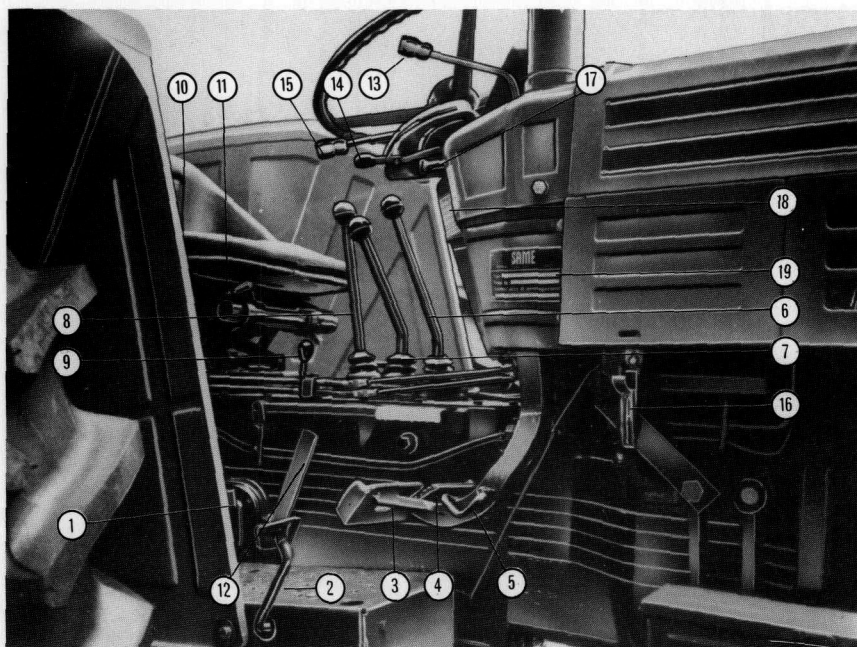

Fig. 5
- Le levier à vitesses soit au point mort (6 fig. 5). Dans le cas contraire le dispositif de sécurité empêcherait le démarrage du moteur;
6. Débrayer à fond et placer le levier à vitesses (6 fig. 5) en correspondance de la vitesse que l'on désire et celui du réducteur en correspondance de la gamme adéquate et celui enfin de l'inverseur (8 fig. 5) en correspondance du sens de direction.
1. Réduire la vitesse en mettant le moteur au régime de ralenti et freiner avec les deux pédales, simultanément (3 et 4 fig. 5).
Le freins, à disque en bain d'huile, à commande hydraulique, sont montés sur les demi-arbres arrière en amont des réducteurs finals. Ils peuvent être actionnés séparément (3 et 4 fig. 5) ou simultanément, en reliant les deux pédales à l'aide du verrou correspondant (5 fig. 5).